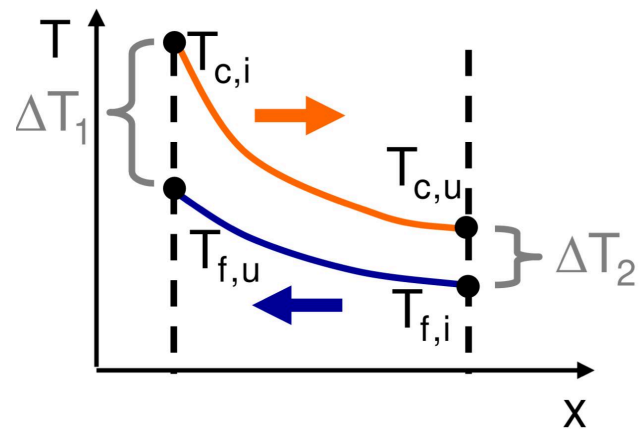

Figure 2: Valido tranne nel caso di capacità termiche uguali per le due parti dello scambiatore.
(Figure 2)
- ΔT_2 : differenza di temperatura tra le due linee dall'altra parte del grafico (Figure 2).